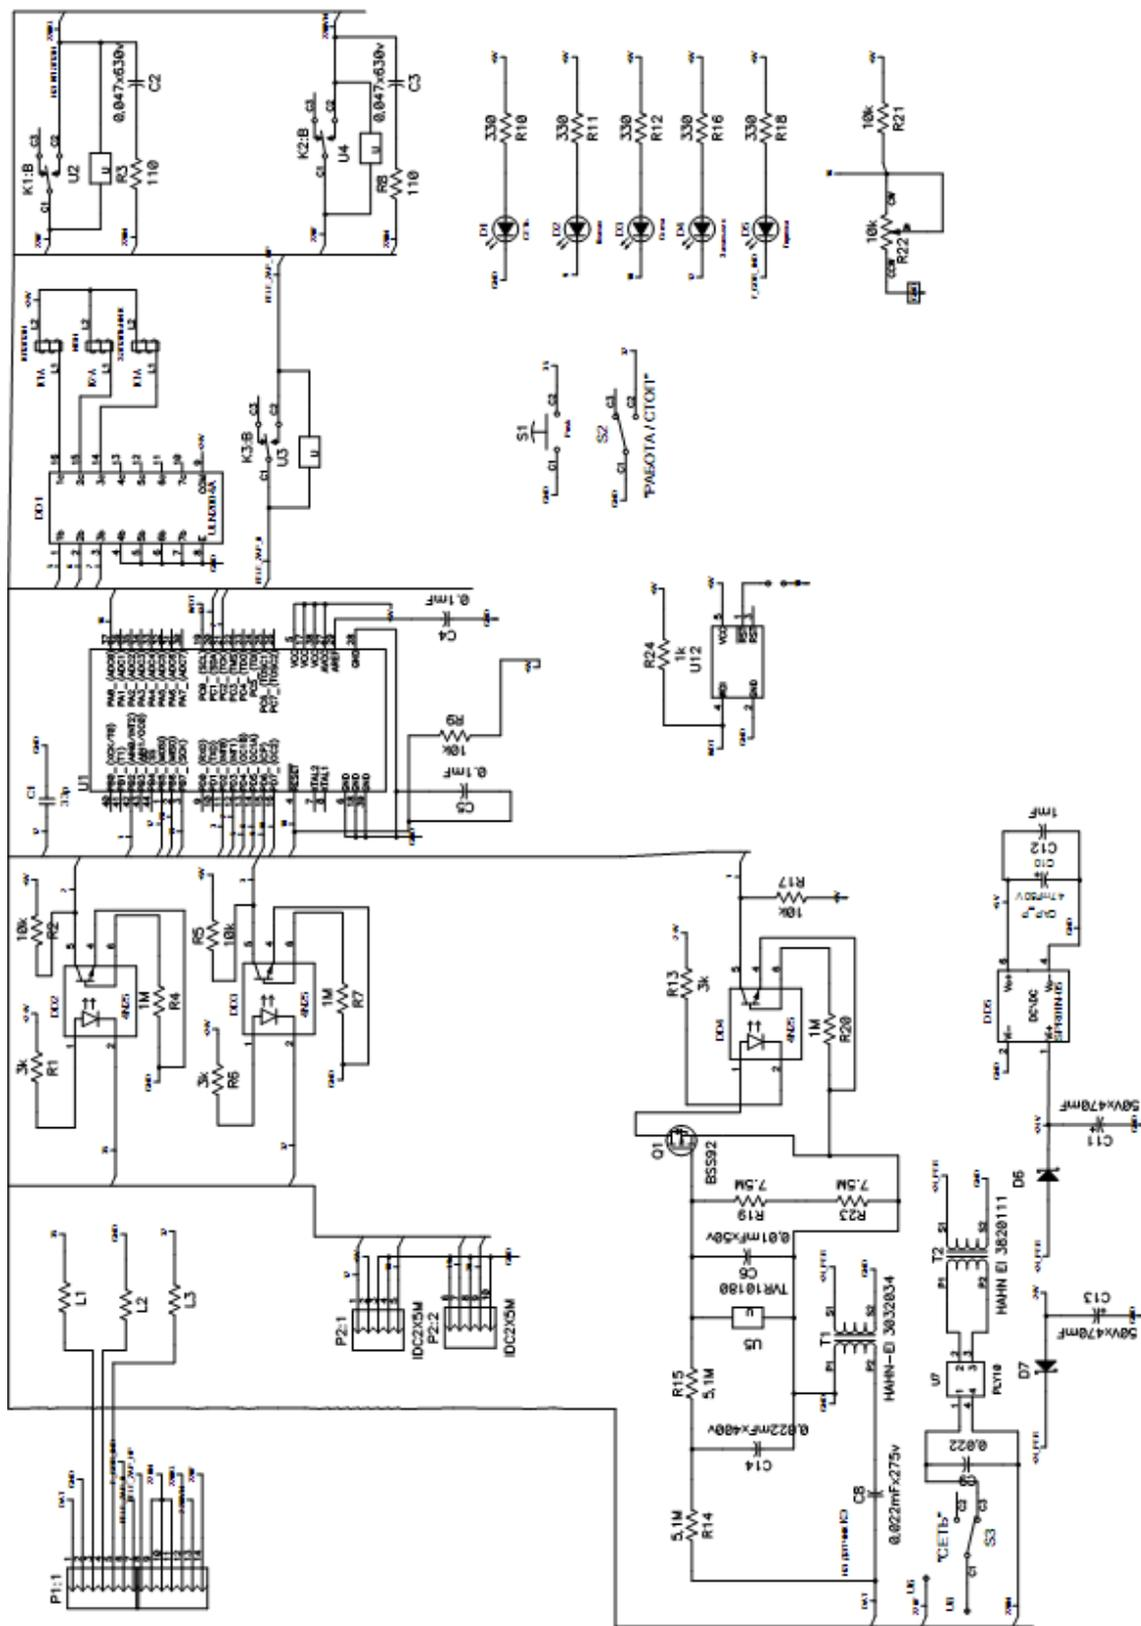
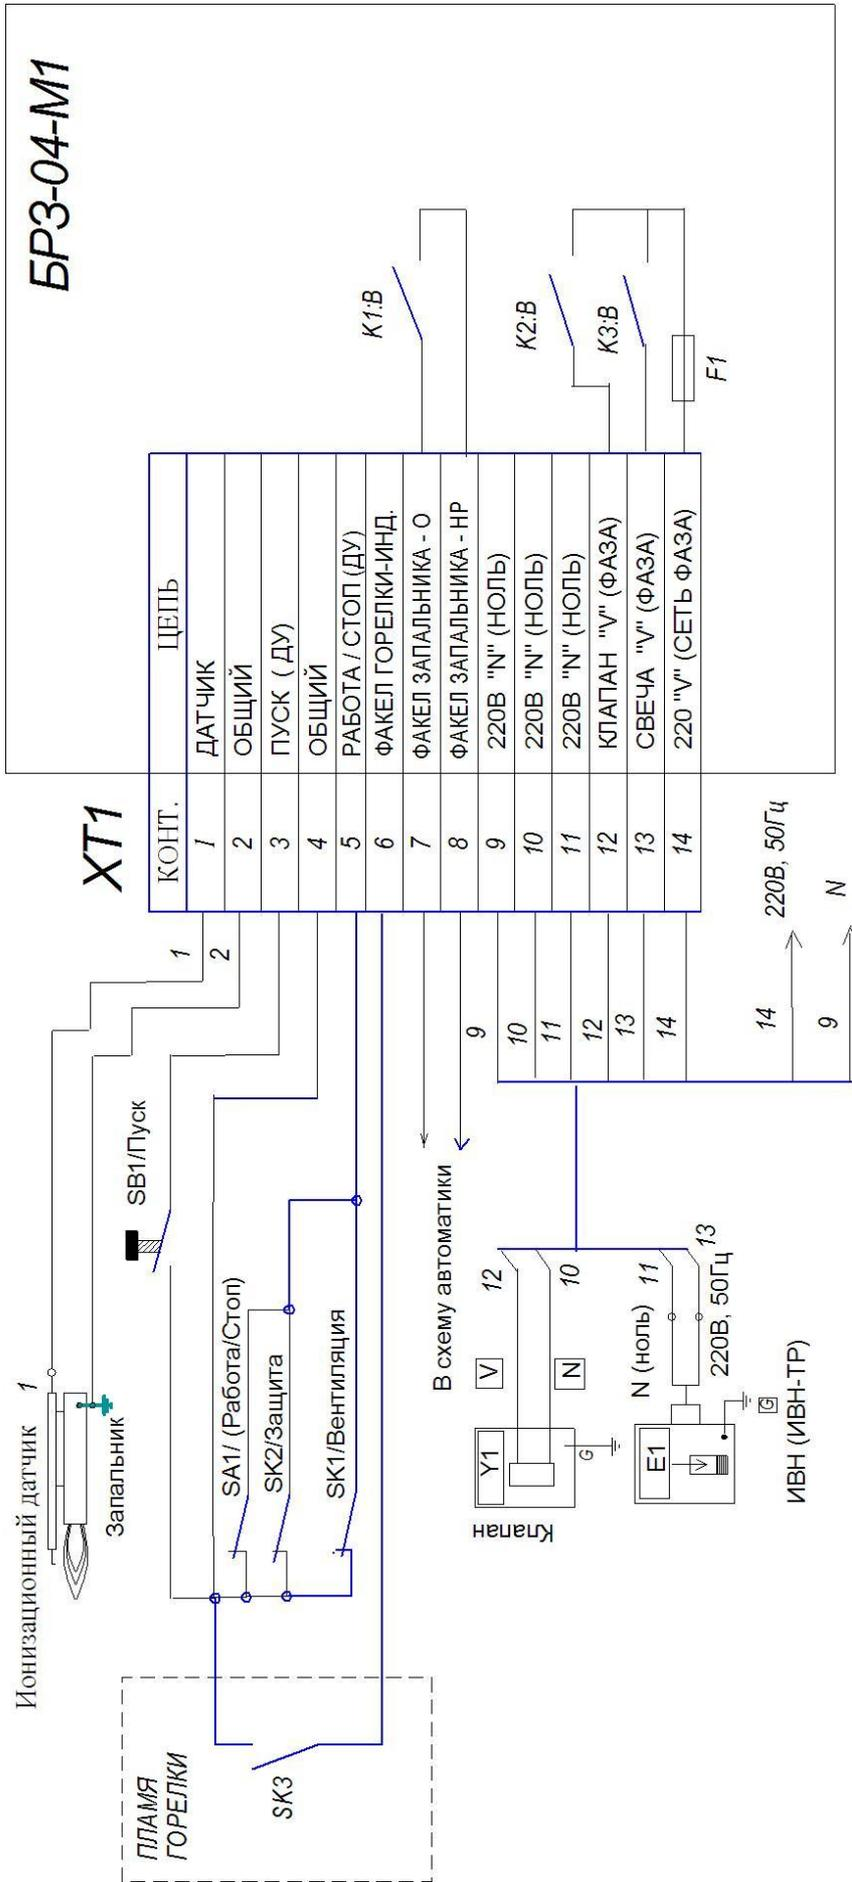

Рис. 2 Блок БР3-04-М1. Схема электрическая принципиальная.
Рис.3..Схема внешних соединений блока БРЗ-04-М1.
4.2. Принципиальная электрическая схема прибора приведена на рис. 2, типовая схема подключения внешних цепей – на рис.3.
При наличии разрешающих розжиг внешних сигналов (см. рис.3):
Для дистанционного выключения запальника тумблер SA1 **«РАБОТА/СТОП»** переведите в положение **«СТОП»** (замкнутое положение SA1, см.рис.3).
5.6 Подключение внешних электрических цепей производить согласно проекта, составленному на основе типовой схемы подключения рис. 3.